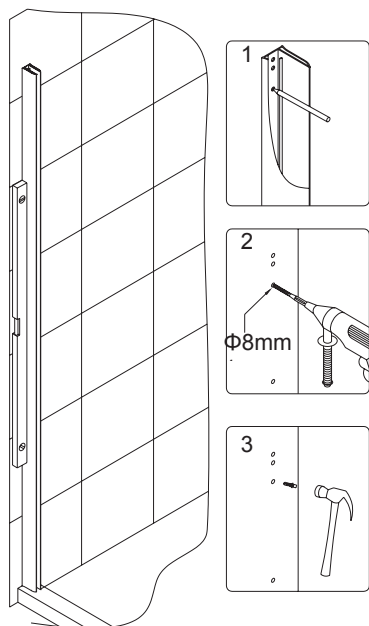

Рис. 1
1. Совместите настенный профиль и стеклянную дверь **(1)**, расположив их строго вертикально относительно стены. Наметьте и просверлите отверстия в стене, ориентируясь на монтажные отверстия в настенном профиле. Вставить анкер **(12)**. *См. рис. 1 для более подробной информации.*